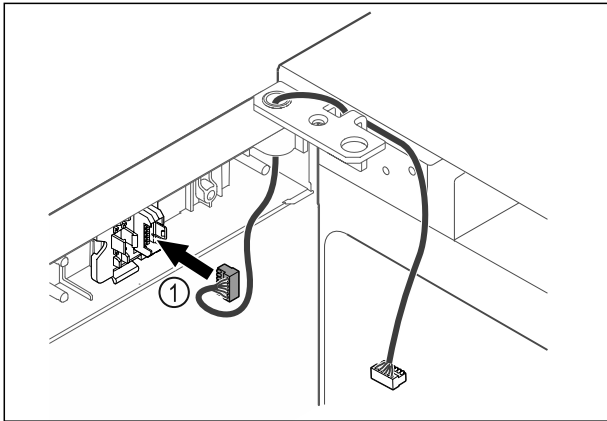

Fig. 41
- ▶ Stekker Fig. 41 (1) in steckerhouder steken.